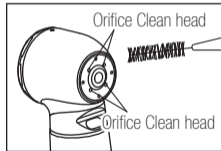

Fig. 4
- 1) Éliminez les saletés et les débris présents sur la pièce à main. (Fig.4)